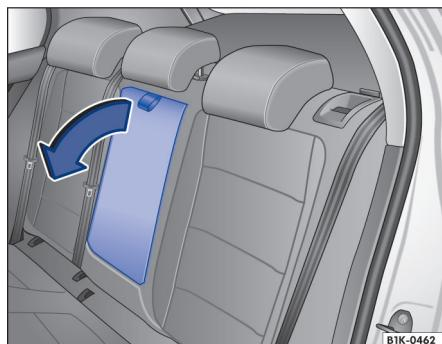

Fig. 82 Descansa-braço central traseiro rebatível.
- Para *rebater para frente*: puxar a alça no sentido da seta → Fig. 82.
- Para *rebater de volta*: rebater o descansa-braço central no sentido contrário da seta → Fig. 82 para cima e pressionar para dentro do encosto do banco até o batente.